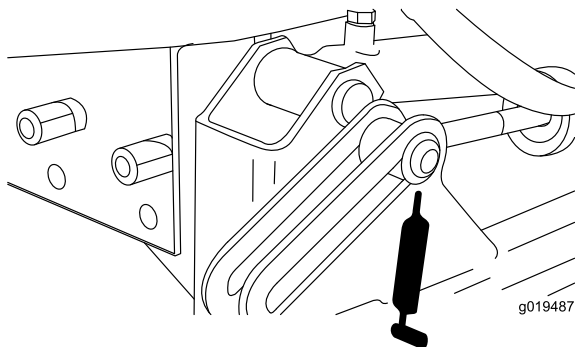
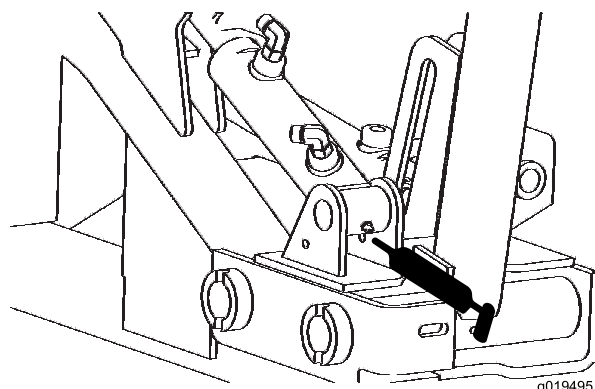

Figure 37
Figure 38
- Vérins de levage avant (3) (Figure 37 et Figure 38)